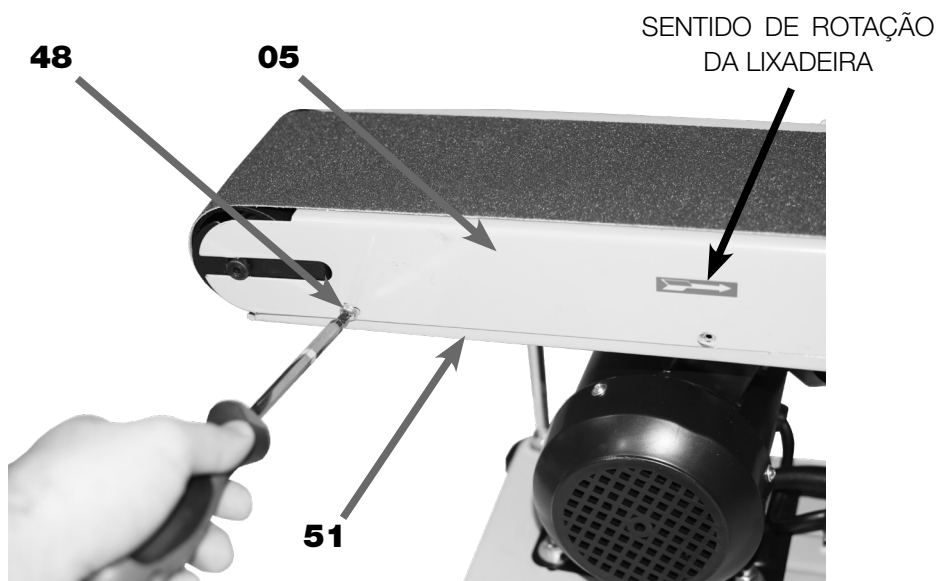

Figura 26B - Desmontagem da Proteção Inferior
9. VERIFICAR o sentido de rotação da lixadeira e da fita da lixa, que consta no costado da lixa, ou parte interna da fita da lixa (figura 26B);